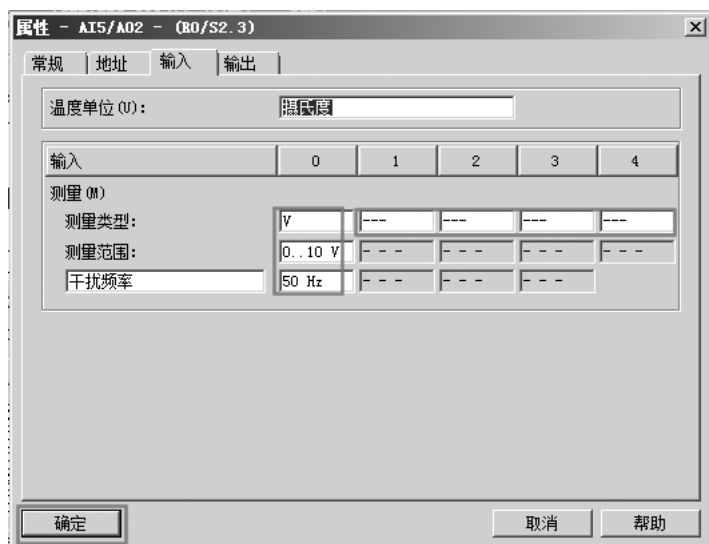

图 9-12 设置模拟输入量测量范围
3) 设置模拟输入量测量范围。先选定“输入”选项卡，选择通道 0 的测量范围为“0 ~ 10 V”，其余未使用的通道取消激活，最后单击“确定”按钮，如图 9-12 所示。